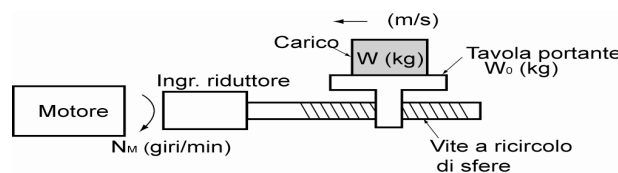

Figura 7.7 Spostamento orizzontale di un carico
La figura 7.7 mostra un modello di configurazione meccanica semplificato. Posto che W_0 (kg) è la massa della tavola portante, W kg è il carico e μ è il coefficiente di attrito della vite a ricircolo di sfere, la forza di attrito F (N) viene espressa come segue e corrisponde alla forza necessaria per lo spostamento del carico:
Nell'esempio illustrato nella figura 7.7 si suppone l'utilizzo di una tavola portante azionata da un motore. Se alla velocità del motore N_M (giri/min) la tavola ha una velocità v (m/s), la distanza equivalente dall'asse di rotazione è pari a $60 \cdot v / (2\pi \cdot N_M)$ m. Il momento d'inerzia della tavola e del carico in relazione all'asse di rotazione viene calcolato nel modo seguente: